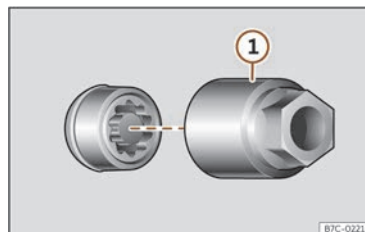

Fig. 225 Parafuso antirrobo da roda con capuchón e adaptador.
- Encaixe o adaptador especial >>> **fig. 225** ① (ferramenta de a bordo >>> páx. 333) no parafuso antirrobo da roda ata o tope.